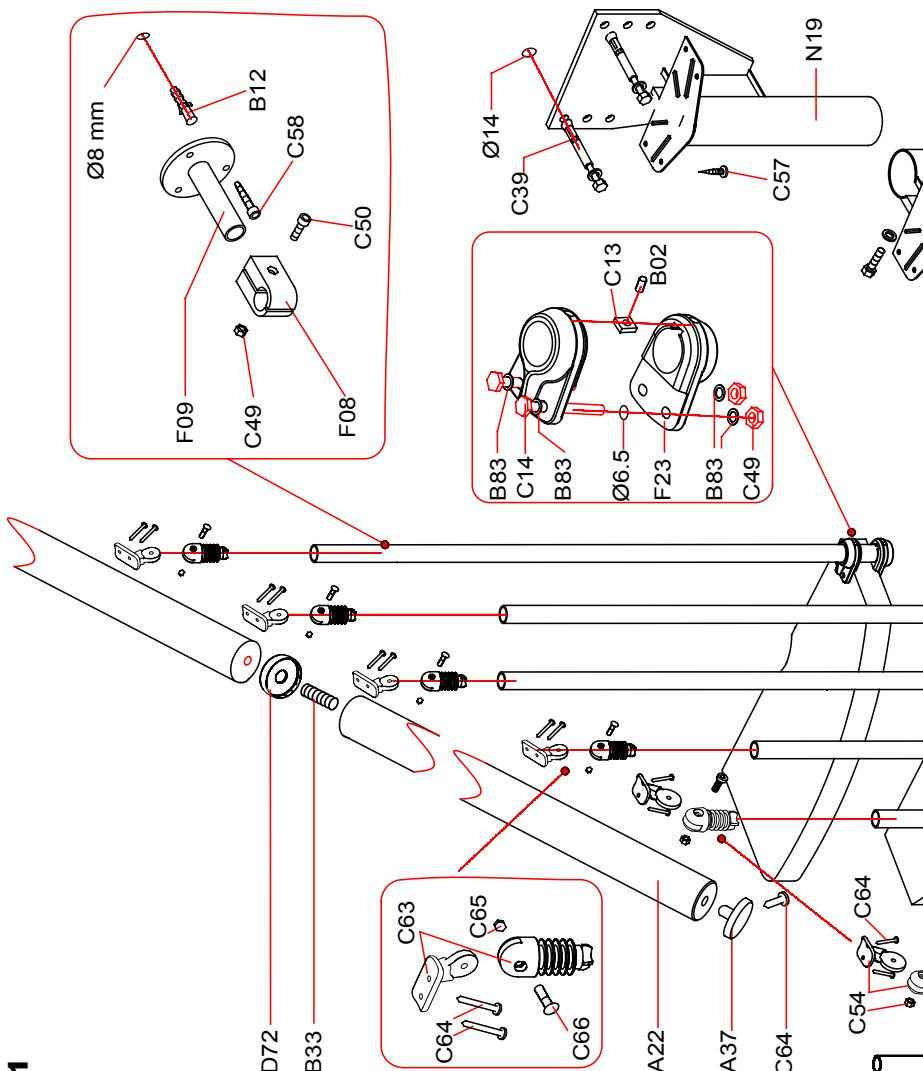

FIG. 1
15. Monter elementene C63, C65 og C66 på spilene C03 og elementet D43 på spilen C81 med artiklene C83 og C54 (fig. 1) (fig. 7).
17. Monter artiklene F23 i midtstilling på trinnene med elementene C14, B83, C49, C13 og B02 (fig. 1) (fig. 3). Mål til og kutt spilene C03 og fest dem i elementene F23; sett dem fast med artiklene B02. Fest spilene til håndløperen A22 med artiklene C64. Kontroller at hver spile står loddrett.
18. Kontroller at hele trappen er loddrett og juster den, hvis nødvendig, ved å flytte på bæreelementet N16 (fig. 1)..
19. Demонter det første trinnet og lag huller i gulvet med bor-Ø 14 mm på høyde med hullene i bæreelementet N16 (fig. 1).
20. Sett i elementene C39 og stram dem permanent til (fig. 1).
21. Monter det første trinnet L73 igjen og fastgjør elementet F34 i gulvet ved den første spilen C81; bruk bor-Ø 8 mm. Bruk elementene C58, B12 og B02. Sett i spilen C81 og stram elementet B02 (fig. 1).
22. I høyde med den første og den siste spilen kutter du av den overflødige delen av håndløperen, og avslutter monteringen med elementet A37 som du fester med artikkelen C64 og lim X01 (fig. 1).
23. Avslutt monteringen av trappen med å sette artiklene B82 på spilene C03 (fig. 1).
24. For å stive opp trappen ytterligere, fester du elementene F09 til veggens og føyer dem sammen med spilene C03 med elementene F08. Lag hull med bor-Ø 8 mm og bruk elementene C50, C49, C58 og B12 (fig. 1).